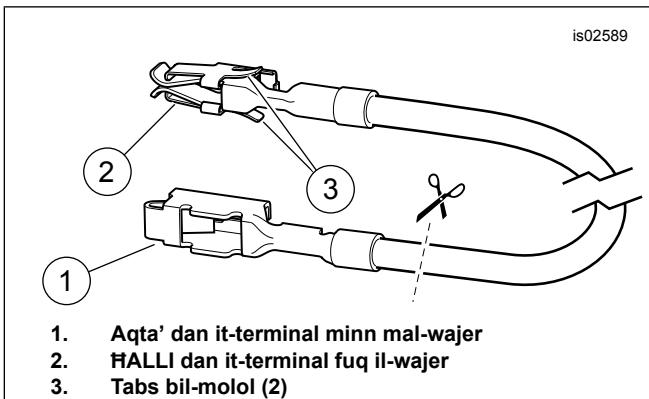

Figura 24. Wajer tal-Adapter tal-Blokka tal-Fjus (Dyna u Softail)
1. Ara Figura 24 . il-konfigurazzjoni tal-konnessjoni “tnejn fwieħed”. Ġib il-konnetturi tal-ispliċċe issiġillat **aħmar** (ara Figura 34 , Oġgett 4) mill-kitt. Qabbad il-wajer l-iswed (13) mill-kit mal-wajer tal-earth tat-trasmettitur l-iswed skont l-appendiċi tal-manwal tas-servizz. Daħħal il-conduit (10) mill-kitt fuq il-wajer konness tal-earth.
4. Aghżel l-iżgħar dijamelru tat-terminal taċ-ċirku (7) mill-kit. Oqros it-terminal taċ-ċirku fuq il-wajer l-iswed tat-trasmettitur skont l-istruzzjonijiet tal-ġħoddha tal-qris Packard fl-appendiċi tal-manwal tas-servizz.
6. Ara Figura 24 . Il-konfigurazzjoni tal-konnessjoni “wieħed fwieħed”. Ġib il-konnetturi tal-ispliċċe issiġillat **blu** (ara Figura 34 , Oġgett 5) mill-kitt. Għaqqad il-lead tal-enerġija tal-harness tal-wajer tal-apparat li jiftaħ il-bieb tal-garaxx mal-wajer tal-adapter skont l-appendiċi tal-manwal tas-servizz.
3. Ara Figura 34 . Ohroġ il-wajer tal-adapter tal-blokka tal-fjus oranġjo/abjad (12) mill-kitt. Innota t-terminal fuq kull tarf (ara Figura 24). It-terminal bit-tabs bil-molol biss jidhol ġewwa din il-blokka tal-fjus. Aqta' b'attenzjoni t-terminal mhux użat minn mal-wajer u armih.